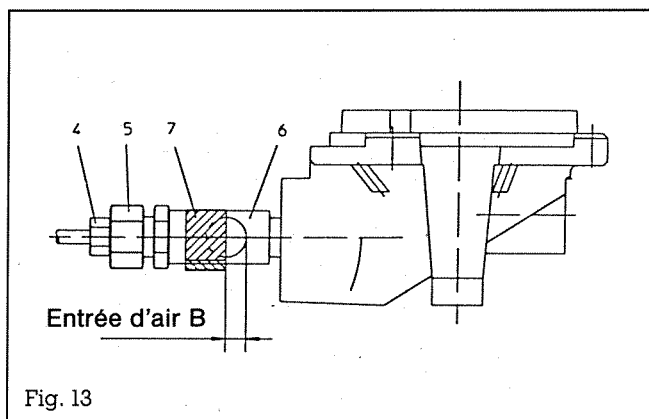

Fig. 13
Débrancher le tuyau d'alimentation en desserrant l'écrou-raccord **4**. Dévisser la vis **5** de l'injecteur et, à l'aide d'un petit tournevis, sortir l'élément de l'injecteur **6** (voir fig. 13). Placer l'élément correspondant au nouveau type de gaz (voir indications dans le tableau des injecteurs). Pour ce faire, emboîter l'élément à l'avant de la vis **5** de l'injecteur et visser les deux pièces ensemble dans l'injecteur. Brancher le tuyau d'alimentation et visser. Vérifier l'absence de fuites. Procéder au réglage de la fente d'air selon le tableau «Réglage de l'entrée d'air pour brûleurs intérieurs».
Réglage de la bague d'air **7**, voir fig. 13.
– Réglage de l'air primaire pour brûleurs intérieurs (fig. 13)